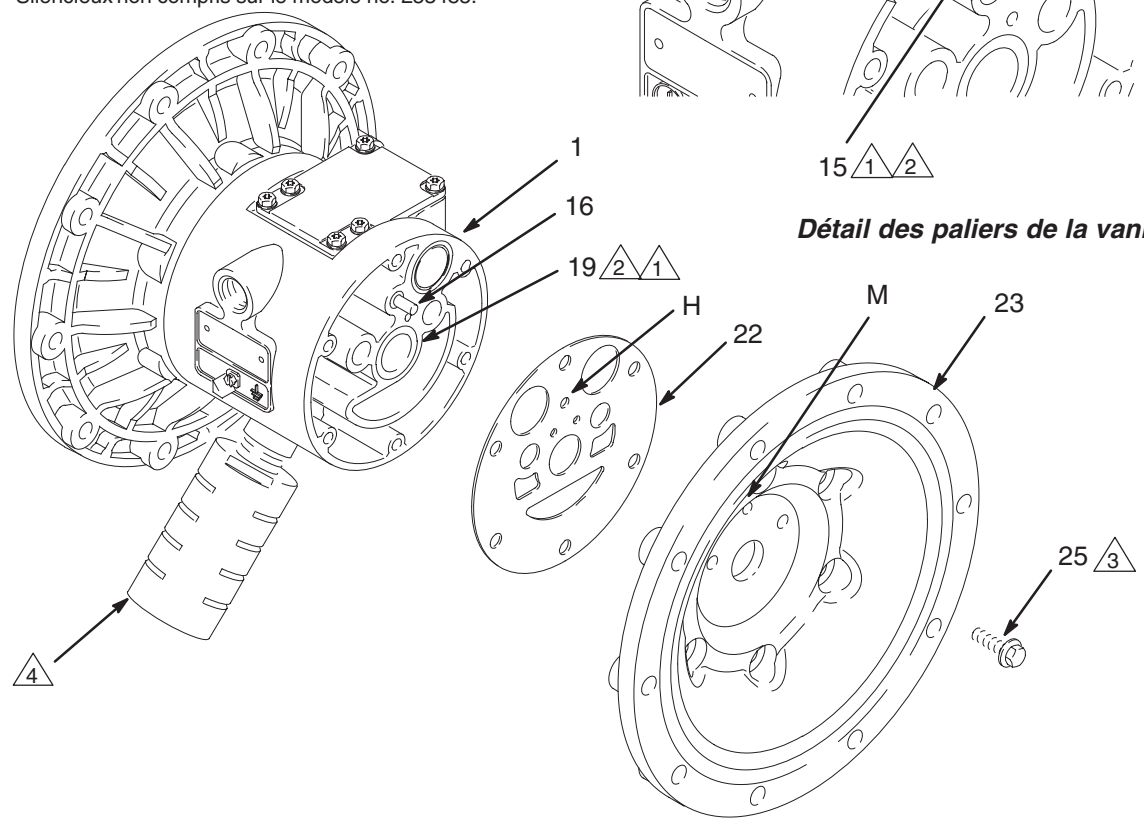

Fig. 13
5. À l'aide d'une clé à douille de 10 mm, retirer les vis (25) retenant les capots de la vanne d'air (23) sur le corps principal (1). Voir fig. 13.
6. Retirer les joints (22) des capots de la vanne. Les remplacer systématiquement par des neufs.
1. Si elles sont retirées, placer les joints en U de l'arbre (402*) de sorte que les lèvres soient tournées vers **l'extérieur** du corps (1).
2. Les paliers (12, 15 et 19) sont coniques et ne peuvent être montés que dans un sens. Installer les paliers dans le corps principal (1), **en introduisant l'extrémité conique en premier**. À l'aide d'une presse ou d'un maillet en caoutchouc et d'une masse, forcer le palier dans le corps principal de sorte qu'il affleure en surface.
4. Placer le nouveau joint du capot du circuit pneumatique (22) de sorte que la tige d'inversion (16) dépassant du corps principal (1) s'insère exactement dans l'orifice (H) adéquat du joint.
5. Aligner le capot d'air (23) de sorte que la tige d'inversion (16) s'insère exactement dans le trou médian (M) des trois petits trous situés à proximité du centre du capot. Enduire le filetage des vis (25) avec du Loctite® de moyenne force (bleu) ou avec du produit équivalent, et serrer les vis à la main. Voir la fig. 13. À l'aide d'une clé à douille de 10 mm, serrer les vis en diagonale et uniformément à 15–17 N•m.